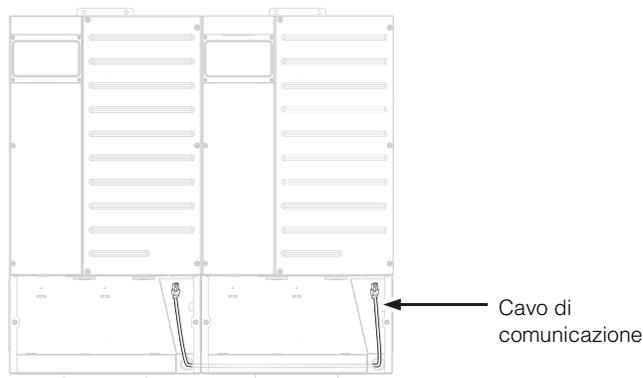

Figura 4-6 Installazione dei cavi di sincronizzazione CA e Xanbus
- Instradare il cavo come mostrato nella Figura 4-6. Instradare eventuali cavi di comunicazione aggiuntivi attraverso le guide. Ricollocare le guide dei cavi facendo attenzione che non rimangano impigliati. Fissare le guide alla scatola per condotti con la vite rimossa in precedenza.